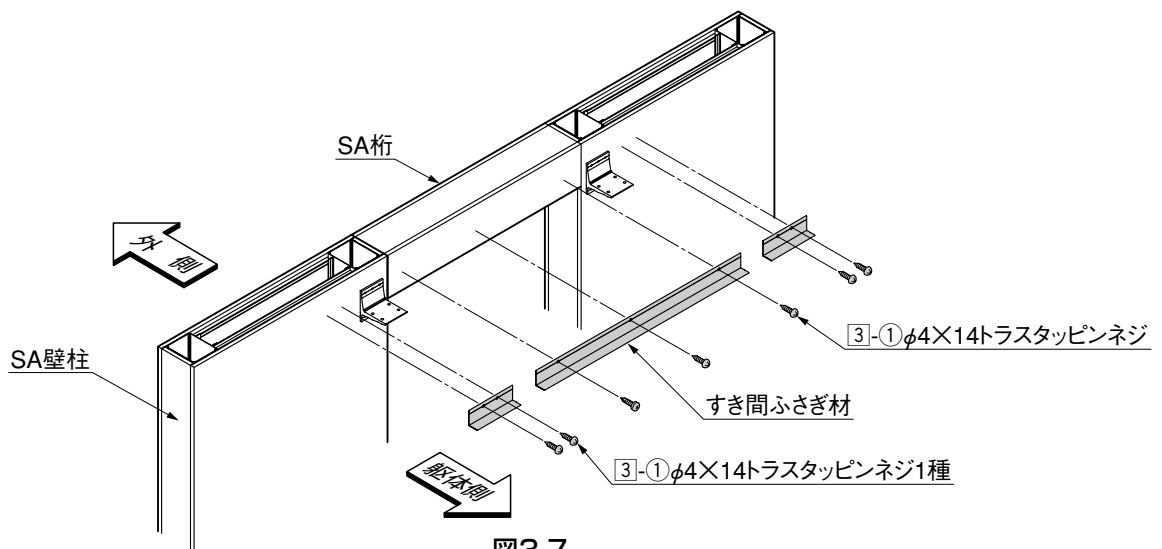

图3-7
- ❸ SA壁柱にすき間ふさぎ材を取付けてください。(図3-7参照)